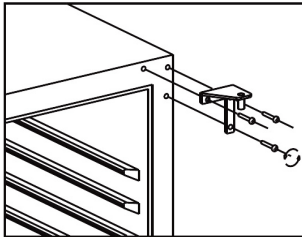

Abb. 8.3
- Das rechte, obere Scharnier abmontieren und für späteren Gebrauch aufbewahren. Siehe Abb. 8.3